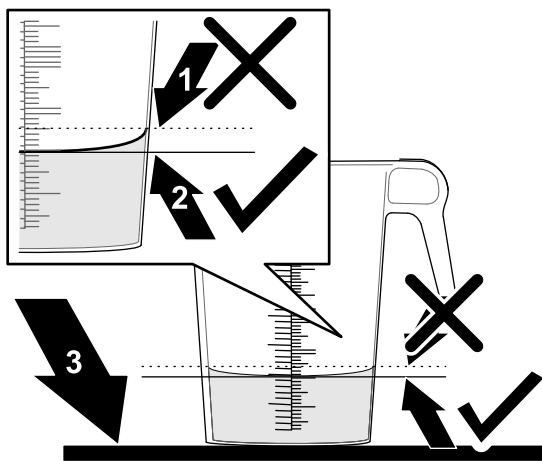

図 38
6. 目盛付き容器を水平な場所において回収された水量を調べる 図 38